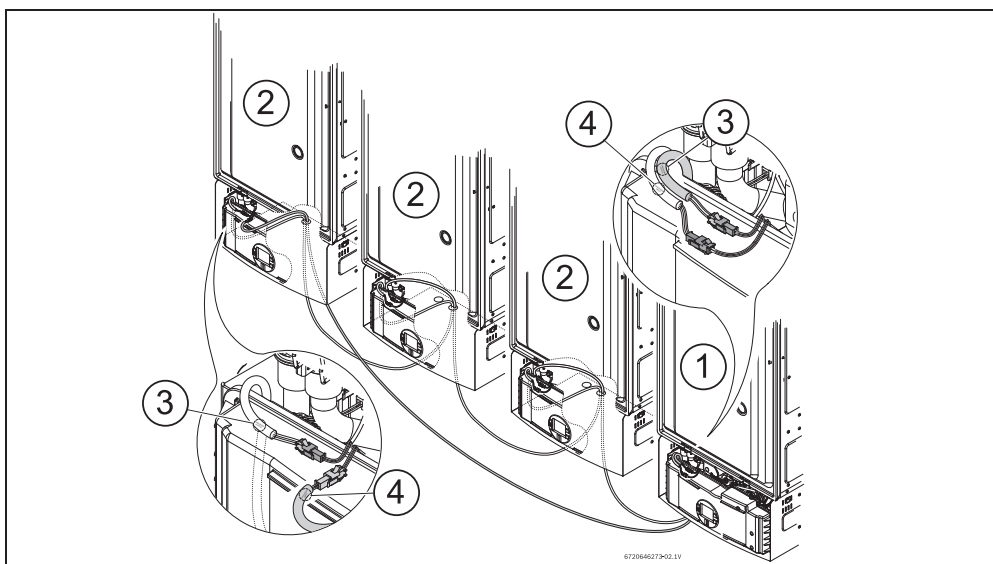

Fig. 2 Esempio di una installazione
- ▶ Collegare il connettore *cascading input* al connettore del Dispositivo Secondario (Fig. 2).